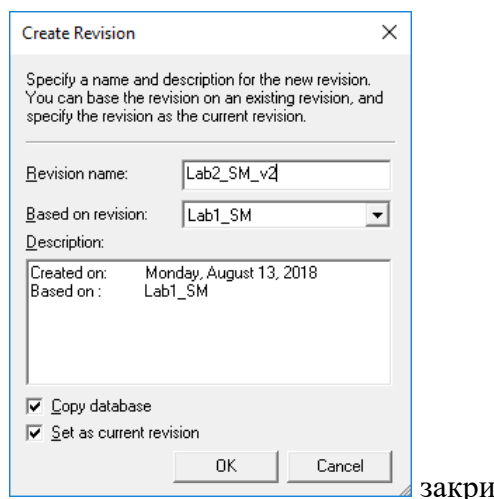
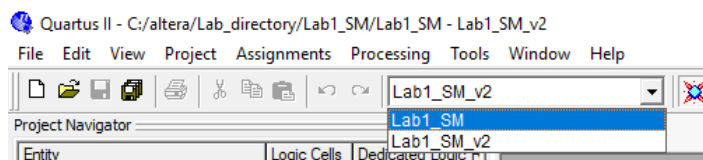

Рис. 2.1. Вікно створення нової версії проекту. Задавання ім'я нової версії проекту
Рис. 2.2. Інструмент для переключення між версіями проекту
1.1. Оберіть команду **Revisions** в меню **Project**. У вікні **Revisions**, що відкрилося, натисніть кнопку **Create**. У вікні **Create Revision**, що відкрилося за цим (рис. 2.1), задайте ім'я нової версії проекту. У списку, що випадає, оберіть ім'я батьківського проекту. Всі інші налаштування залиште за замовчанням. Натисніть кнопку **OK**. Вікно **Revision** закриється. У списку, що випадає, на панелі інструментів вікна САПР з'явиться задане ім'я нової версії проекту (рис. 2.2). За допомогою цього списку можна переключатися між створеними версіями проекту. Оберіть проект з назвою **Lab2_SM_v2**.